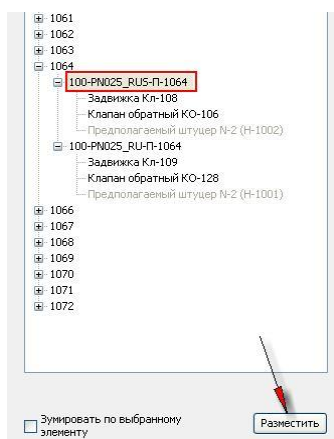

Рис. 93
- В списке линий P&ID выберите ветвь линии **1064** с задвижкой **Кл-108** и нажмите **Разместить** (Рис. 93).